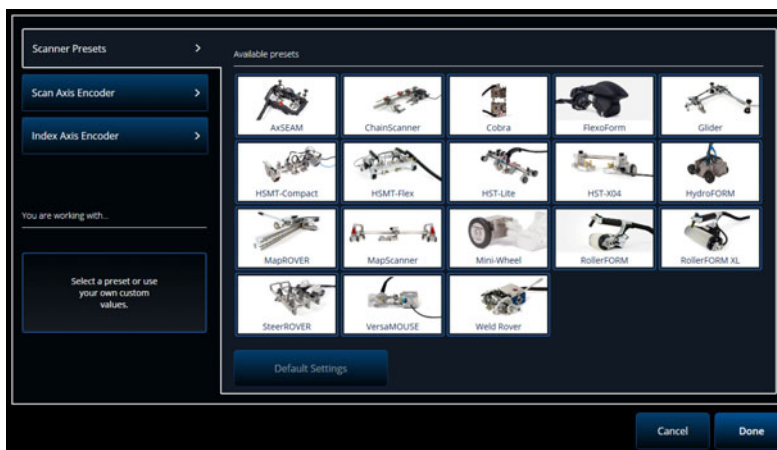

Figura 5-1 Lista de seleção das Scanner Presets (predefinições do escâner)
2. Selecione **Scan > Inspection > Encoders** (rastreamento > inspeção > codificadores) para acessar a tela de configuração do codificador e definir os parâmetros do codificador de acordo com as suas especificações (Figura 5-1 na página 198). Você pode usar um escâner predefinido ou editar os parâmetros para o eixo a partir deste menu.